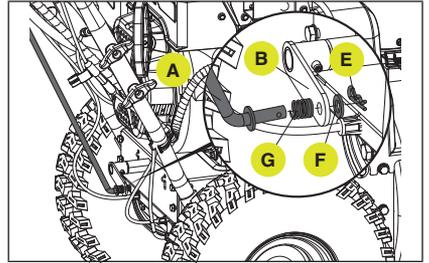

Figure 39
1. Localisez la tige de contrôle de la vitesse (A) reliée à la base du levier de liaison (B). Démontez la tige de commande de la vitesse de la base du levier de liaison. (Fig. 39)
4. Réinstallez la tige du levier de liaison sur la base du levier de liaison, puis installez la pince (E) et la rondelle (F). Assurez-vous que le ressort (G) est chargé du bon côté, comme indiqué précédemment. (Fig. 39)
6. Serrez l'écrou de l'étape précédente (C).